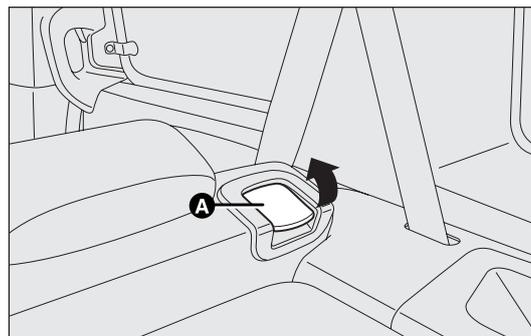

fig. 112
**ADVERTENCIA** El correcto enganche del respaldo está garantizado por la desaparición de la banda roja junto a las palancas A-fig. 112 de abatimiento del respaldo. Esta banda roja indica que el respaldo no se ha enganchado.